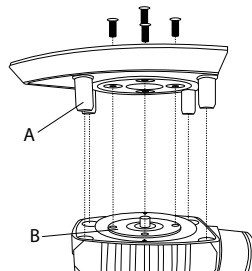

Abbildung 1
- Montieren Sie jetzt die gewünschte Schleifplatte. Stellen Sie sicher, dass die Befestigungsplatte B zu der Schleifplatte ausgerichtet ist. Die Gewindebohrungen der Befestigungsplatte B müssen zu den entsprechenden Löchern der jeweiligen Schleifplatte ausgerichtet sein. Die Kunststoffstifte A **13** (nur Schleifplatte **7** und **9**) zu den Löchern im Gerät (siehe Abb. 1).